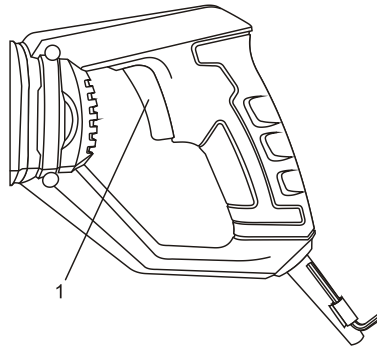

Fig. 3
1. Pentru a porni ferăstrăul, apăsați ușor declanșatorul comutatorului (1) (fig. 3).